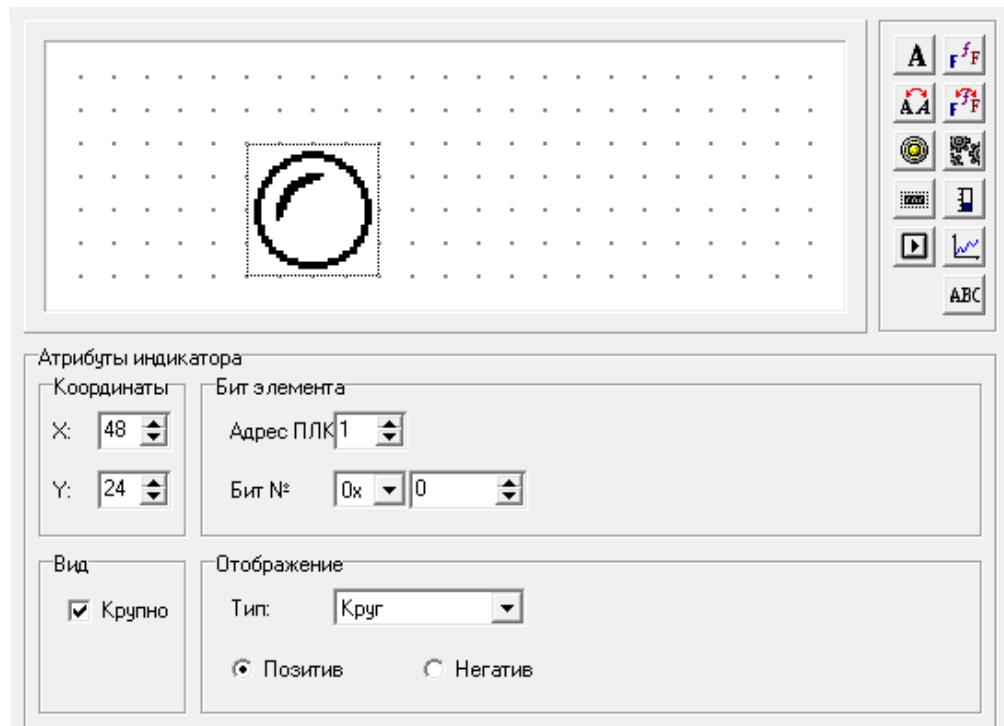

Рисунок 4.15 – Индикатор
1. Нажать кнопку  Откроется область задания параметров индикатора (см. рисунок 4.15).